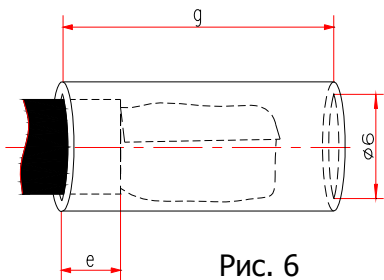

Рис. 6
1.12 Надеть на конец кабеля термоусадочную трубку $\varnothing 6$ мм, длиной $g = 65 - 70$ мм. Трубка должна закрыть второй слой изоляции на длину $e = 10$ мм, и выступать за край оконечного резистора на расстояние 5-10 мм. (Рис.6).